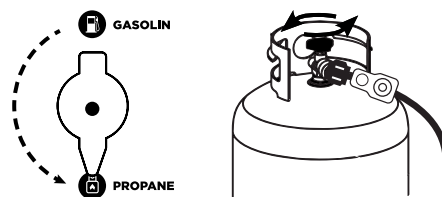

Figure 10 - Sélecteur de carburant - PROPANE
- b. Tournez le bouton du sélecteur de carburant sur PROPANE (voir Figure 10).